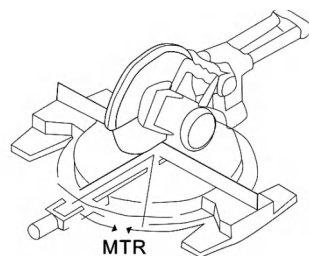

Fig.6
---Definir o valor MTR na máquina de corte para efetuar um corte transversal oblíquo (Fig.6)